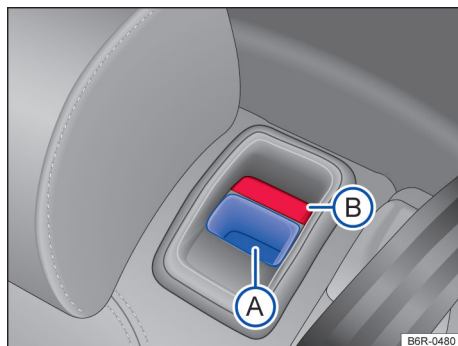

Fig. 60 Banco traseiro: botão de destravamento (A); marca vermelha (B).
- Puxar o botão de destravamento → Fig. 60 (A) para frente e, ao mesmo tempo, rebater o encosto do banco traseiro para frente.
- O encosto do banco traseiro estará destravado se uma marca vermelha no botão (B) estiver visível.
- A marca vermelha no botão → Fig. 60  sinaliza que o encosto do banco não está travado. Verificar sempre se a marca vermelha não estará visível quando o encosto do banco traseiro estiver na posição vertical.